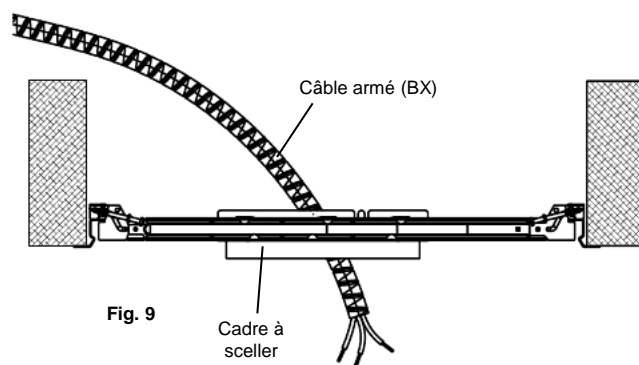

Fig. 9
3. Passez un câble armé (BX) ou un câble non métallique (NM) (également appelé câble Romex) du disjoncteur ou de la boîte de fusibles jusqu'à l'orifice de cadre en plâtre, en laissant dépasser une longueur de 15,24 cm (6 in.) - 20,32 cm (8 in.) hors de l'orifice. Vous pouvez utiliser un câble de calibre 12 AWG ou moins. (Fig. 9) **(MISE EN GARDE : utilisez des fils d'alimentation conçus pour résister à une température de 90° et plus.)**